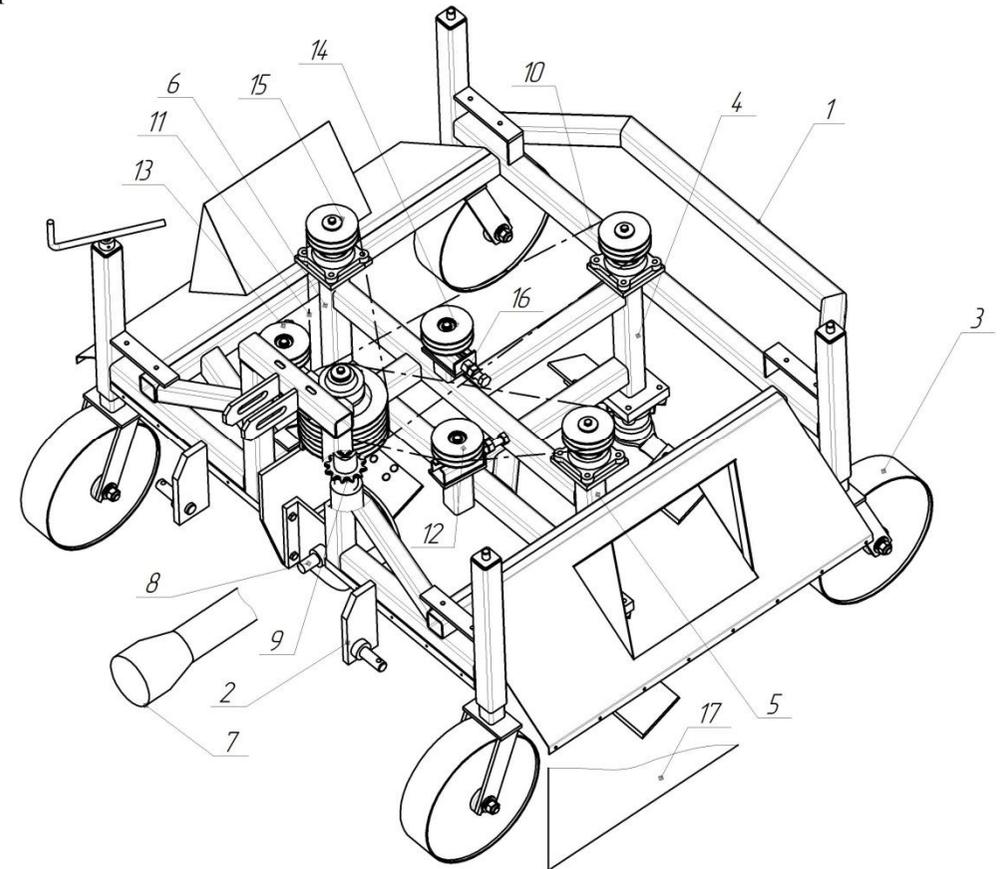

Рисунок 1 – Общий вид машины ботвоуборочной МБЛ-1,4
3.1 Машина ботвоуборочная (рис.1) представляет собой полунавесную машину, состоящую из рамы 1, на которой крепятся: уши для навески на трактор 2, четыре копирующих колеса 3, а также валы задний 4, левый 5 и правый 6 с лопастями.
3.6 Для предотвращения вылета скошенной ботвы и камней из-под ножей машины на раме установлены защитные ограждения 17 (рис.1). Предусмотрена регулировка ограждений по высоте в зависимости от высоты скашивания ботвы.
4.1.1 Рукоятка 7 опорных колес 3 (рисунок 1 и 2) для регулирования высоты среза ботвы овощных культур.